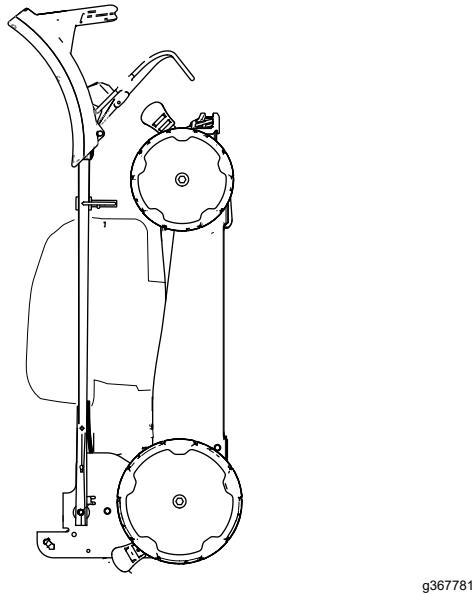

Bild 20
- Heben Sie die Vorderseite der Maschine am Holm an und stellen sie in den Lagerplatz (Bild 20).